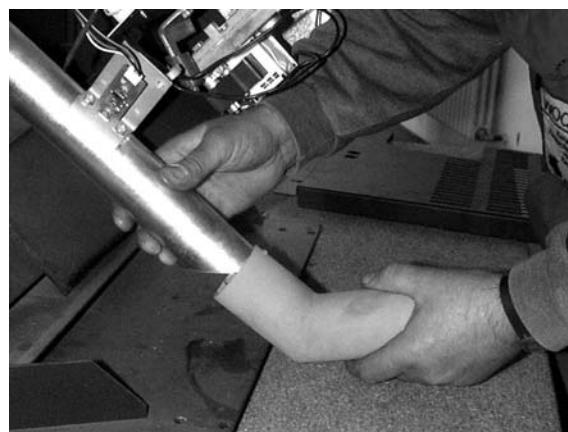

Fig. 3
3. Soulever le tube d'aspiration jusqu'à ce que l'adaptateur d'air extérieur puisse être mis en place (Fig. 3).